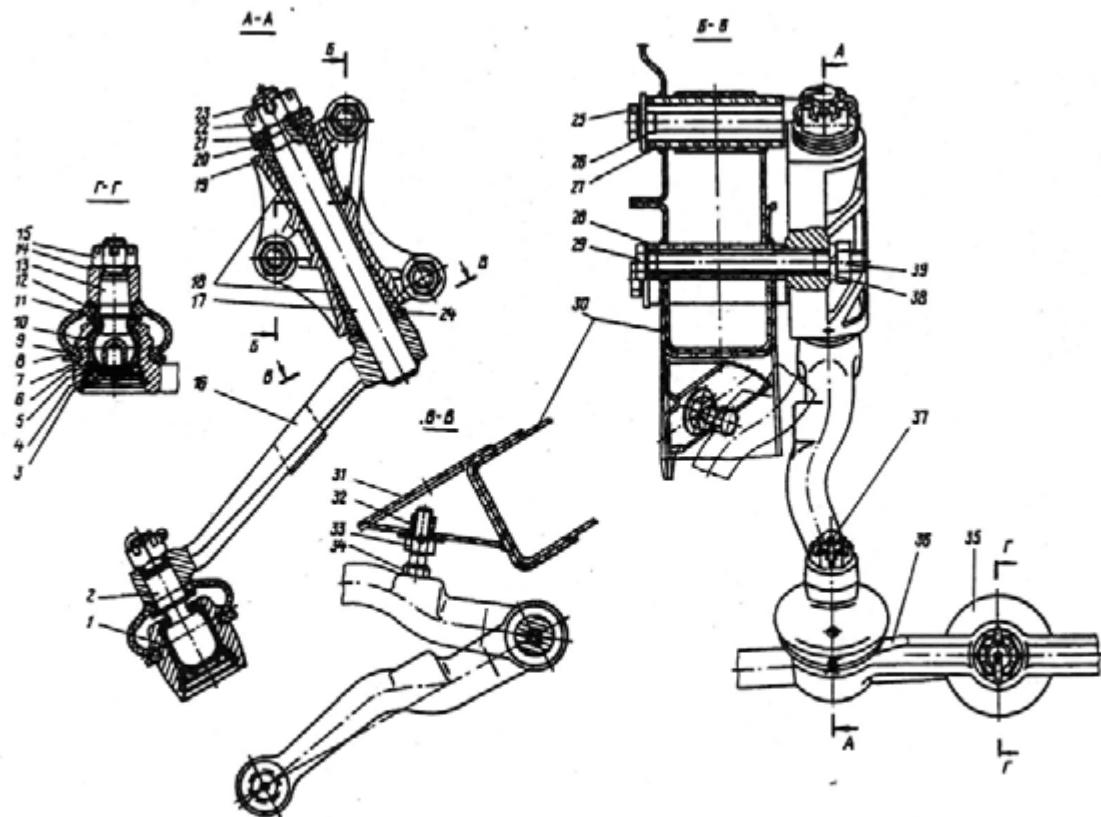

Рис. 214. Шарники рулевых тяг:
В целях предотвращения проворачивания средней рулевой тяги вокруг ее продольной оси головка пальца 2 (рис. 214) имеет овальную форму.
3. Разъяжите проволоку 9 (рис. 214) с гризезащитного чехла 12 и снимите чехол и поддерживавшую шайбу 11.
Маятниковый рычаг 16 (см. рис. 214) соединен с правой головкой средней тяги рулевой трапеции с помощью овального пальца.
2. Выверните болты 25, 29 (рис. 214) крепления кронштейна 19 маятникового рычага к лонжерону 30 рамы.